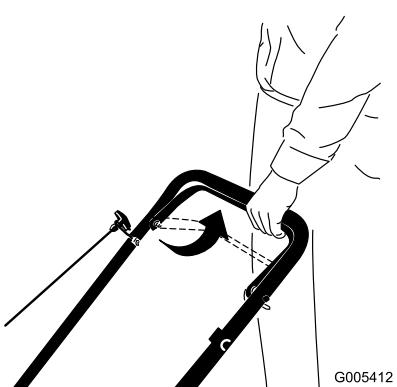
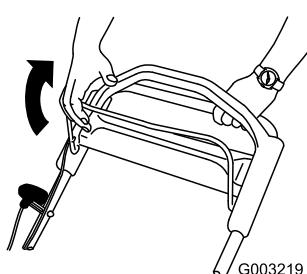

Figure 15
Figure 16
3. Maintenez la barre de commande de la lame contre le guidon (Figure 15) ou (Figure 16).